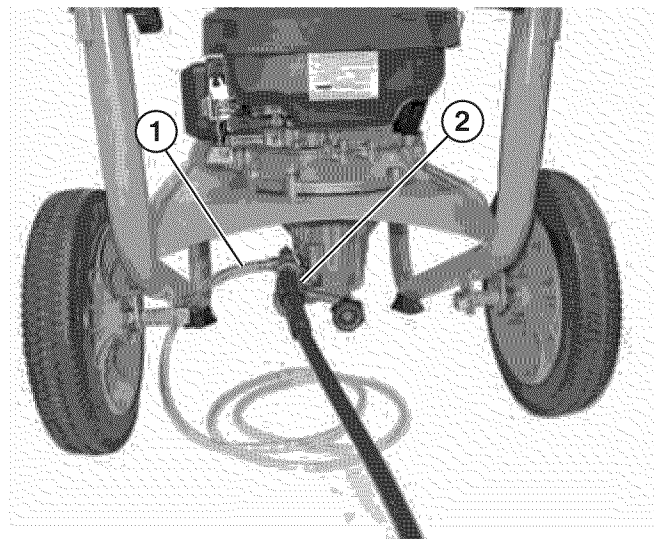

Figura 13 – Instalación de la manguera de alta presión
12. Conecte la manguera de alta presión a la bomba y ajuste el casquillo de la manguera (ver Figura 13). No apriete demasiado El accesorio sólo se debe ajustar a mano.
13. Conecte la manguera de jabón al casquillo dentado si va a utilizar jabón (ver Figura 13).